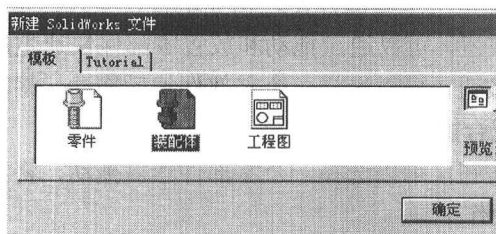

图 1-1 打开装配体对话框
(1) 选择【文件】|【新建】，出现新建文件显示对话框（如图 1-1 所示）。